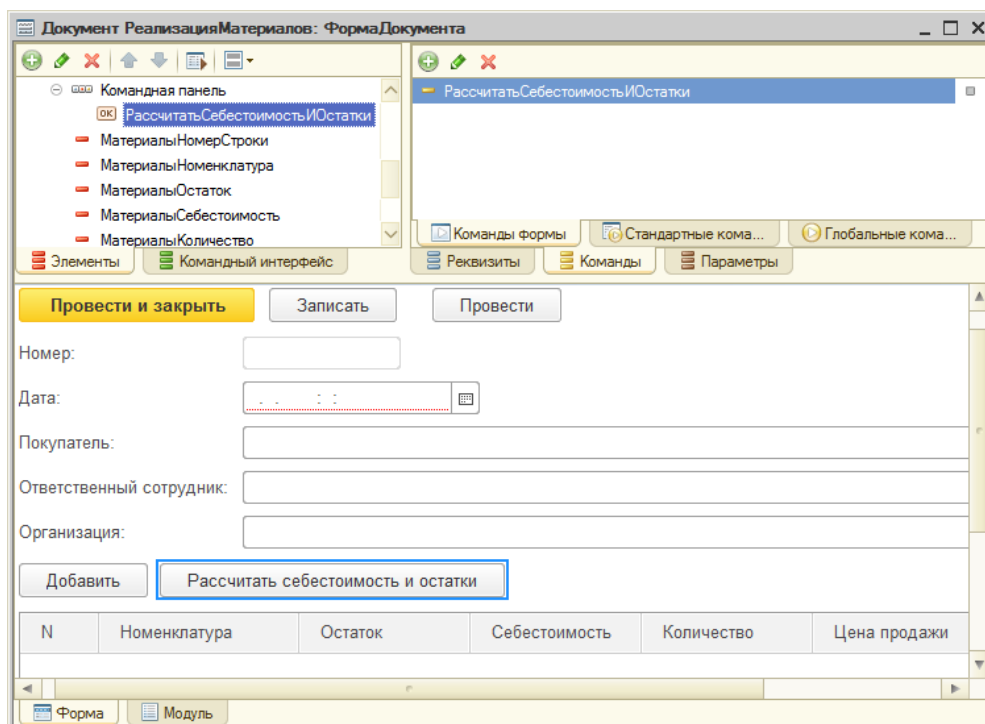

Рисунок 15.1- Конструирование формы документа РеализацияМатериалов
4. Создадим форму документа, добавим команду формы **РассчитатьСебестоимостьИОстатки** и переместим ее на командную панель табличного поля, рисунок 15.1.